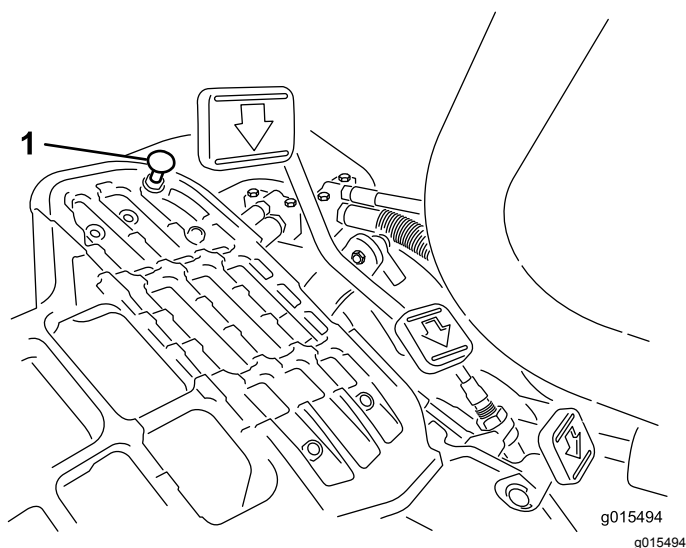

Figura 50
Premete il comando della trazione. Se il pedale tocca il fermo (Figura 50) prima che avvertiate la tensione sul cavo:
1. Allentate i dadi di bloccaggio flangiati che assicurano il fermo del pedale al pianale (Figura 50).